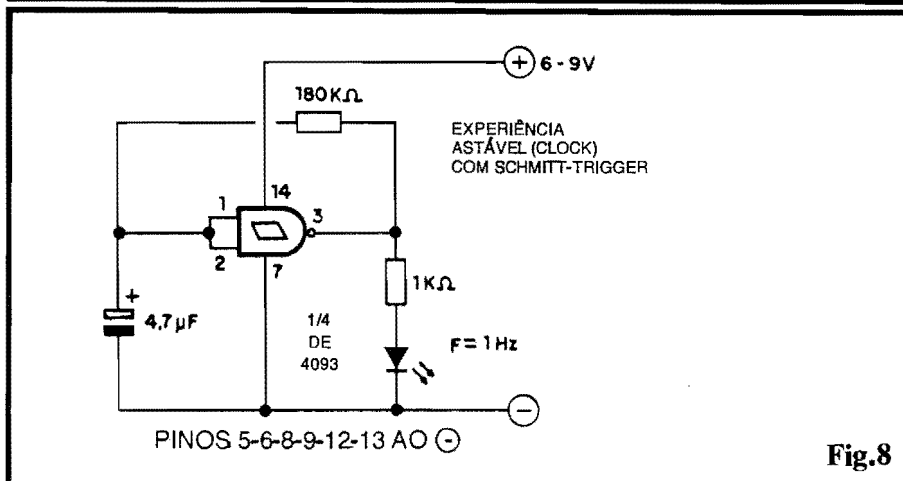
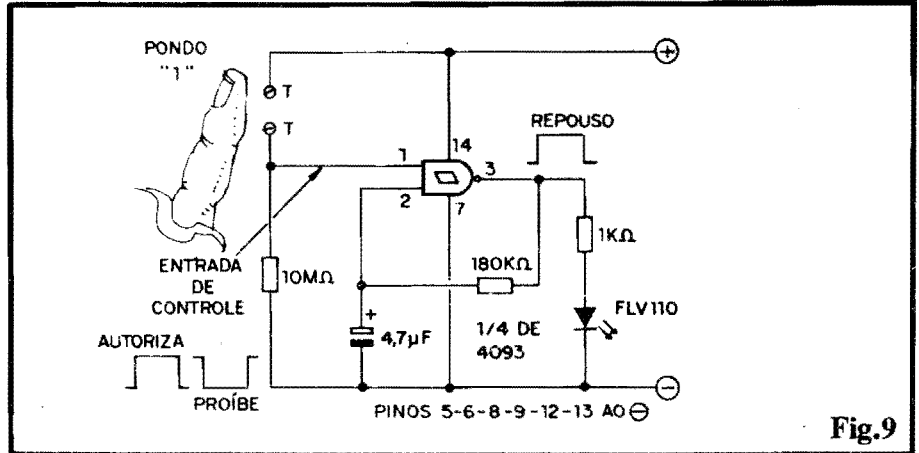

Fig.8
Fig.9
- FIG. 8 - (EXPERIÊNCIA) - ASTÁVEL PRÁTICO, COM UM GATE NAND SCHMITT TRIGGER - Af temos um módulo prático, para realização em Proto-Board, de um ASTÁVEL com gate S.T., usando 1/4 de 4093 (um gate NAND de 2 Entradas...). Para monitorar a Saída, usamos o "velho" LED, em série com um resistor de 1K... No caso, o dito resistor tem duas funções distintas e importantes: limitar a Corrente sobre o LED e sobre a própria Saída do gate, e evitar que a dita Saída seja demasiadamente "carregada", o que poderia bloquear a oscilação... Com os valores sugeridos para R e C, respectivamente 180K e 4u7, a Frequência final será de aproximadamente 1 Hz, com o LED nitidamente mostrando um lampejo por segundo, ritmo bastante fácil de acompanhar visualmente... Não esquecer, na Experiência, de manter "aterradas" todas as Entradas dos gates não utilizados do Integrado (pinos 5-6-8-9-12-13...). Diferentes ritmos de "piscagem" poderão ser experimentados, simplesmente alterando-se o valor de C e/ou de R... Não esquecer, porém, que Frequências muito "elevadas" (no caso, maiores do que 10 Hz) não permitirão o acompanhamento puramente visual, já que o olho humano, devido à sua natural persistên-
- FIG. 9 - (EXPERIÊNCIA) - UM ASTÁVEL CONTROLADO POR TOQUE (COM "ENTRADA DE AUTORIZAÇÃO"...)
Estruturas mais e mais sofisticadas, em desempenho e em facilidades operacionais, podem ser implementadas com os gates S.T.... No diagrama/exemplo (que também pode facilmente ser reproduzido sobre um Proto-Board...), temos duas interessantes "melhorias" sobre o esquema básico do ASTÁVEL, mostrado na figura anterior... A anexação de uma ENTRADA DE AUTORIZAÇÃO e a possibilidade de COMANDO POR TOQUE (basta "encostar o dedo"...). Para entender, primeiramente, o "negócio" da ENTRADA DE AUTORIZAÇÃO, basta recordar a Tabela Verdade dos gates NAND (já vista, em "Aula" anterior...), onde constatamos que, estando (num gate de 2 entradas, como é o caso...) uma ou ambas as Entradas, em "0", a Saída apenas pode mostrar "1"... Analisemos, então, o diagrama da fig. 9 (muito parecido com o da fig. 8, já descrito...). Notem que no caso anterior, as duas Entradas estavam "juntadas", configurando um simples inversor, porém agora, apenas uma das duas Entradas do gate encontra-se ligada aos demais componentes do ASTÁVEL... Já o pino 1 ("outra" Entrada...), está normalmente em "0", via resistor de 10M. Com isso (uma das Entradas - pino 1, no caso - em "0"), a Saída (pino 3) mostrará estado fixo
"1", considerando-se tal situação como de "repouso" ou "inibição"... Contudo, assim que colocarmos o dito pino 1 (a chamada ENTRADA DE AUTORIZAÇÃO...) em "1", ainda de acordo com a Tabela Verdade do gate, o estado da Saída passará a ser - sempre - o inverso daquele imposto à outra Entrada (pino 2). Nessa condição, o ASTÁVEL pode funcionar, gerando na sua Saída o mesmo trem de pulsos (cerca de 1 Hz...) oferecido pelo circuito da fig. 8...! Podemos, agora, do controle POR TOQUE (ao "encostar de um dedo"...): lembrar que a elevadíssima impedância de Entrada dos blocos C.MOS permite a polarização das ditas cujas mesmo sob a ínfima Corrente que consegue atravessar a relativamente alta Resistência da pele do dedo de uma pessoa... No caso do circuito/exemplo, a aplicação do dedo sobre os contatos T-T, colocará no local um valor ôhmico seguramente menor do que os 10M que polarizam "em repouso" o pino 1 (tipicamente entre 100K e 1M...), com o que o dito pino é imediatamente levado a nível "alto", autorizando o ASTÁVEL... Enfim, na Experiência, com os contatos T-T "livres" (dedo fora...) o LED indicador permanece aceso, firmemente, sem "piscar"... Já com um dedo aplicado sobre os ditos contatos, o LED passa a emitir seus lampejos a intervalos regulares (aproximadamente 1 por segundo, com os valores sugeridos para R e C...!)